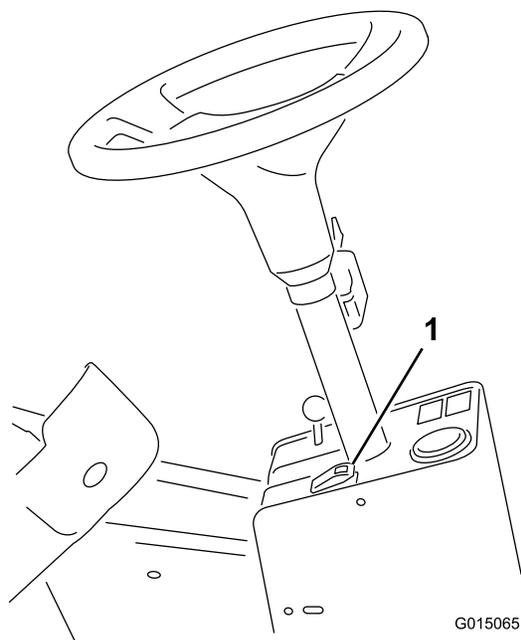

Figura 14
2. Premete l'interruttore delle luci di emergenza (Figura 14) in posizione On per attivare le luci di emergenza lampeggianti anteriori e posteriori.